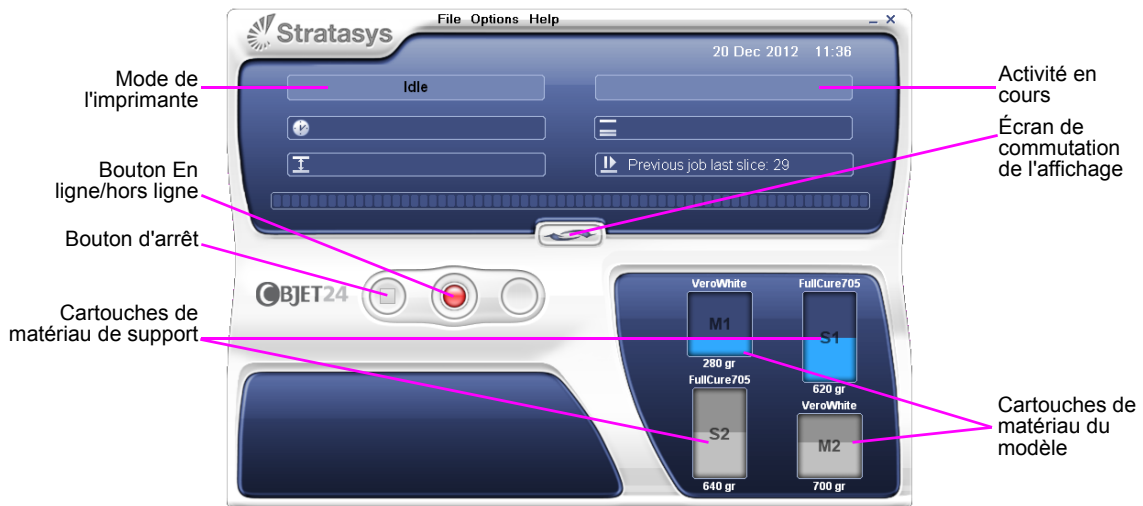

Figure 6-3 : Interface Objet24
L'écran d'interface de l'imprimante Objet s'ouvre (voir la figure 6-3). L'ensemble de la surveillance et du contrôle de l'imprimante passe par cette interface.
Les imprimantes Objet24 utilisent deux cartouches de matériau modèle et deux cartouches de matériau de support, pesant chacune un kilogramme une fois pleines. Une représentation graphique des cartouches chargées et leur poids actuel apparaît dans l'interface de l'imprimante (voir figure 6-3).
5. Vérifiez dans l'interface de l'imprimante que la nouvelle cartouche soit détectée et que son poids soit affiché (voir figure 6-3).
2. Vérifiez que la quantité de matériau de modèle et de support chargée est suffisante, comme indiqué dans l'interface de l'imprimante (voir la figure 6-3). Vous pouvez remplacer des cartouches de matériau de modèle et de support actuellement chargées dans l'imprimante pour éviter de le faire pendant l'impression.
1. Si l'imprimante est en mode hors ligne, mettez-la en mode en ligne en cliquant sur le bouton rouge au bas de l'interface de l'imprimante (voir figure 6-3 à la page 6-3).